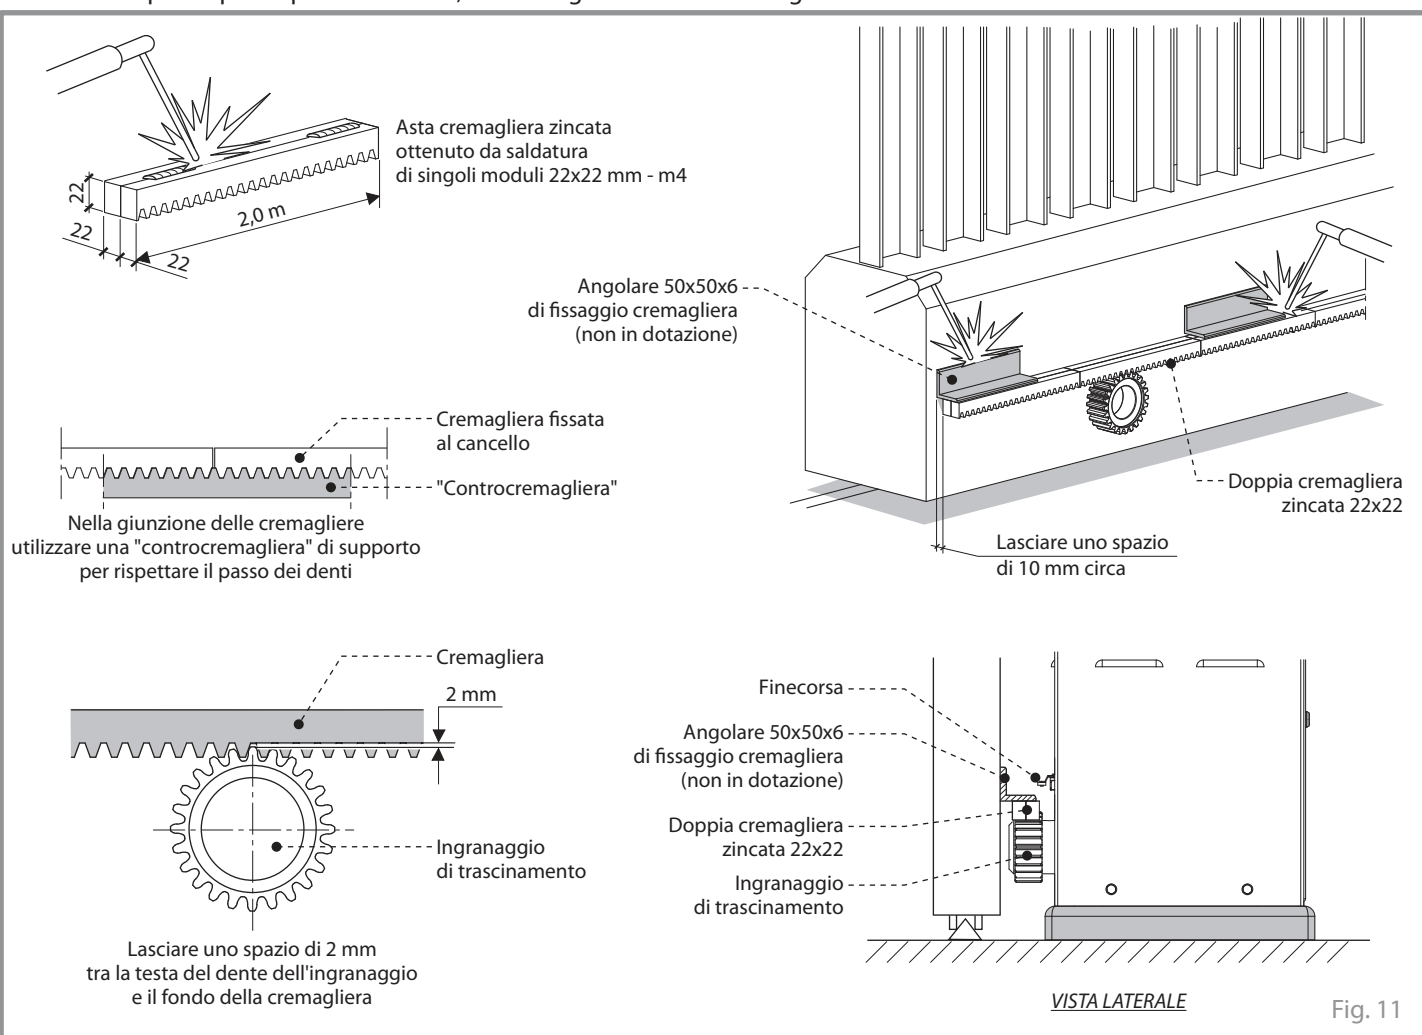

Fig. 11
- Saldare i singoli moduli della cremagliera formando un unico modulo doppio come indicato in Fig. 11.